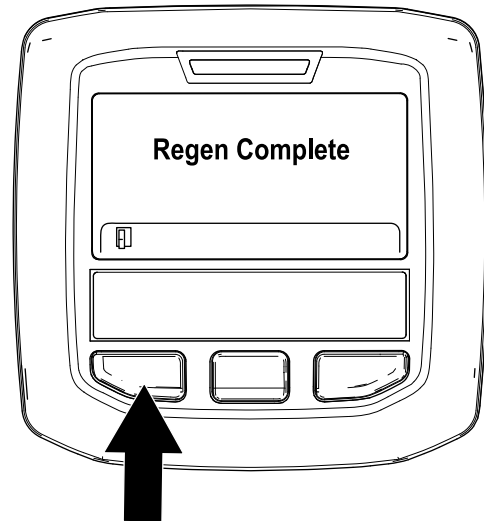

Bild 51
- Die geparkte Regenerierung ist abgeschlossen, wenn die Meldung „Regen. Complete“ im InfoCenter angezeigt wird. Drücken Sie die linke Taste, um den Homebildschirm anzuzeigen (Bild 51).